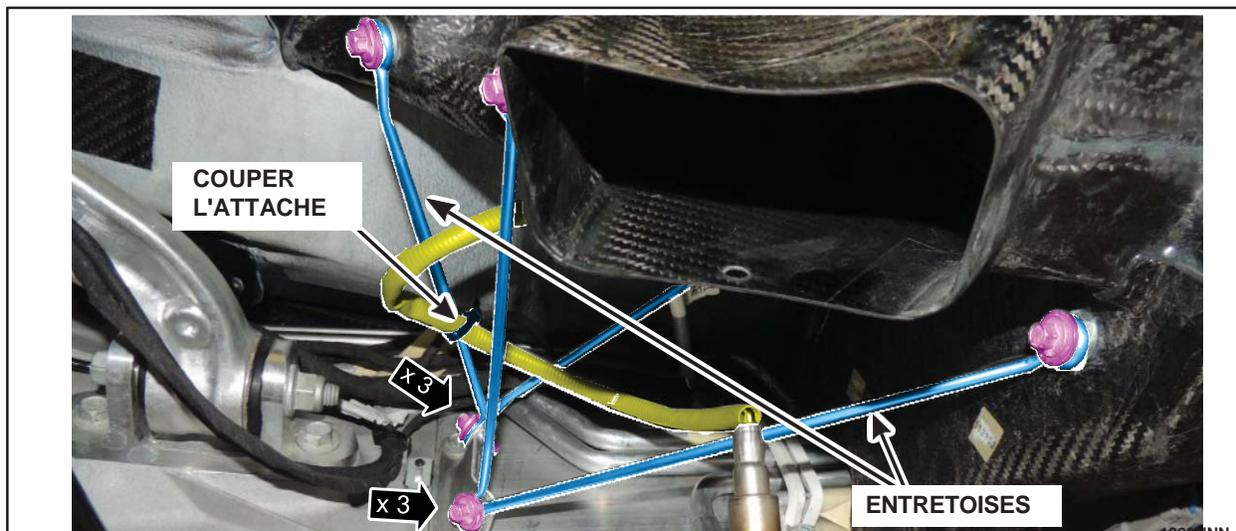

FIGURE 4
6. Déposer les entretoises supérieure et inférieure de gaine de refroidisseur. Couper l'attache fixant le faisceau de câblage de la sonde à oxygène arrière gauche à l'entretoise supérieure et placer le faisceau de câblage à l'écart. (Figure 4)